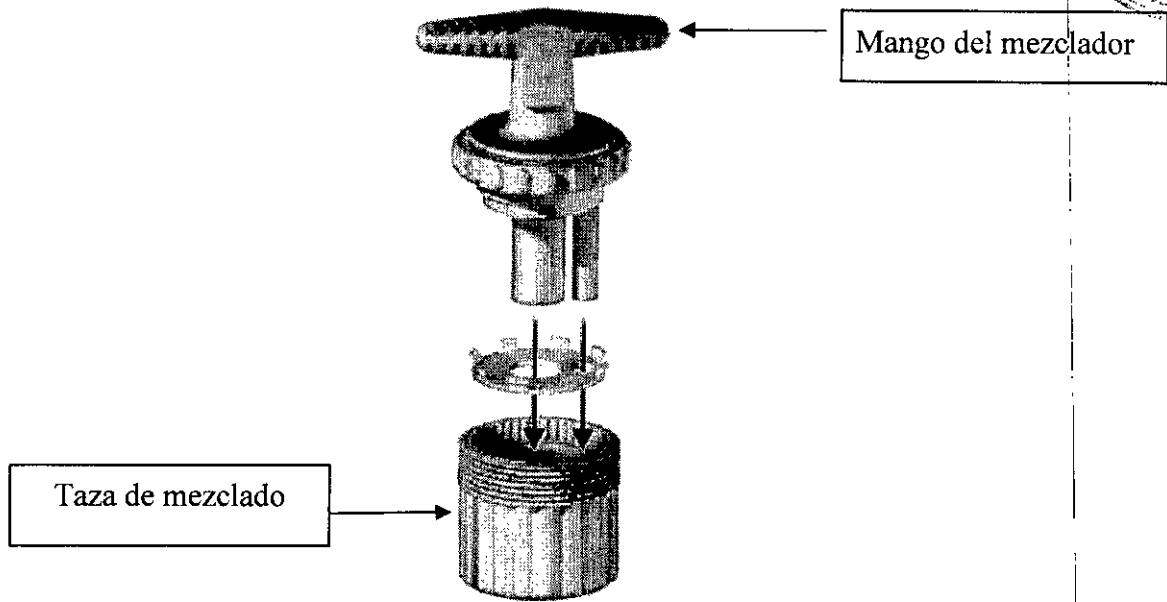

Figura 2 - Mezclador de cemento espinal
- a. Abra el sobre con cuidado. Con la taza de mezclado sobre una superficie plana como muestra la figura 2, vierta todo el polvo en la taza de mezclado.
- d. Manteniendo la taza de mezclado en posición vertical como muestra la figura 2, enrosque el mango del mezclador en la taza y gire el mango 20-30 segundos en sentido horario y 20-30 segundos en sentido antihorario. *Nota: es importante que sostenga el mezclador en posición vertical durante todo el procedimiento de mezclado para asegurar la uniformidad del mezclado. Desenrosque y retire el mango del mezclador.*